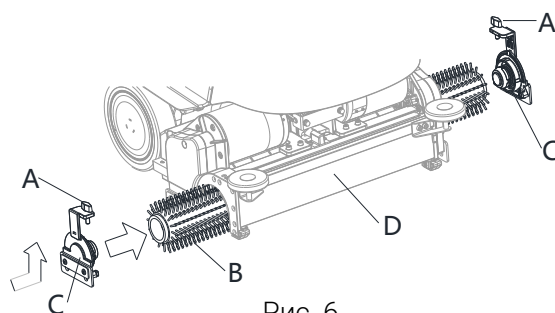

Рис. 6
1. Убедитесь, что платформа цилиндрической щетки (47) поднята.
2. Выключите машину, нажав кнопку пуска/остановки (62).
3. В зависимости от типа проводимой уборки установите щетку (А, рис. 6) и обратите внимание на следующее:
- Ослабьте винт (А) и снимите боковой крюк (С) с платформы щетки (D).
- Установите щетку (В) в платформу (D). Установите боковой крюк (С) для щетки и затяните винт (А).